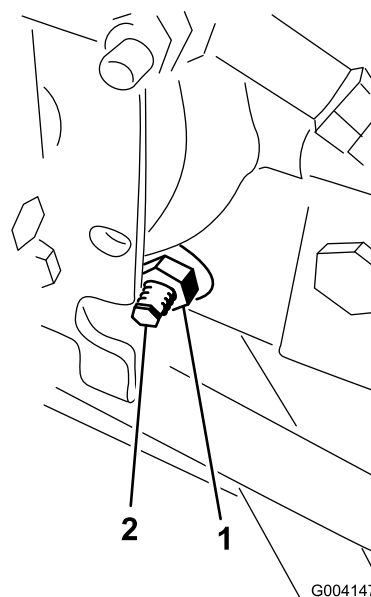

図 58
3. ハイドロスタットの右側にあるトラクション調整カムのロックナットをゆるめる 図 58。